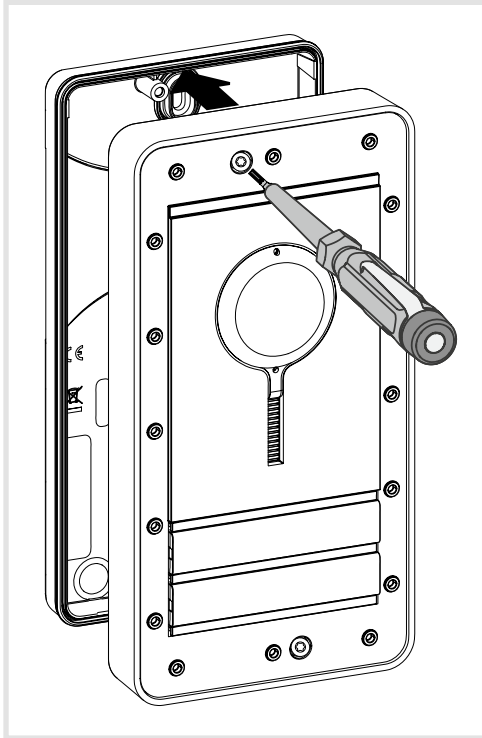

Bild 12: Türstation einsetzen
- Türstation auf die Halterung setzen und die beiden Schrauben an der Vorderseite festziehen (Bild 12).